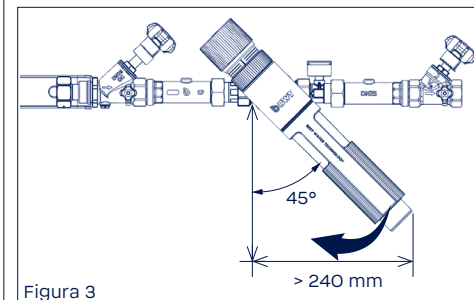

Figura 3
3. Coloque el filtro en un ángulo de  $45^\circ$  como se muestra en la Figura 3.